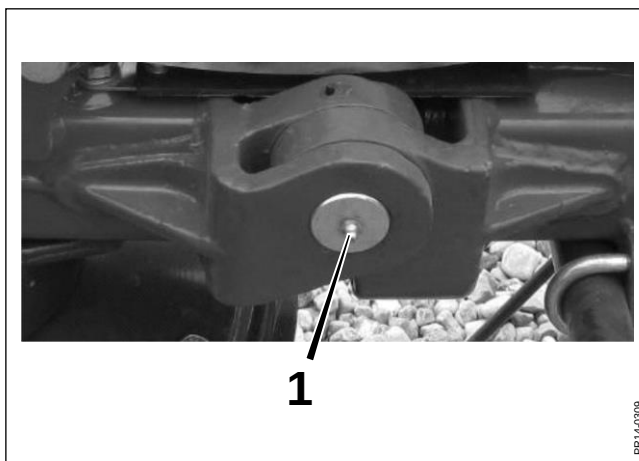

Fig. 8-5
- Fig. 8-5 1. Axes de charnière - 25 heures**